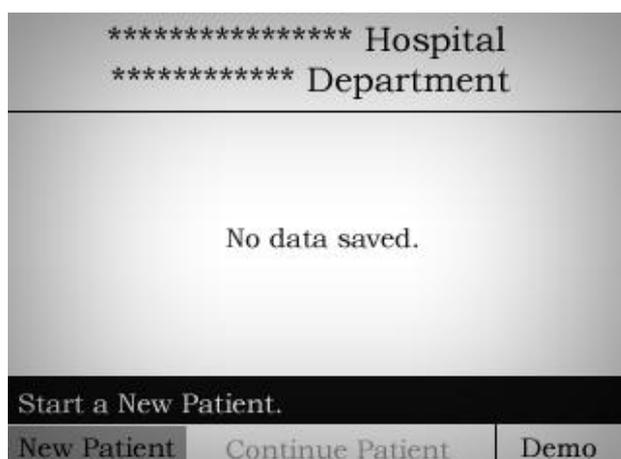
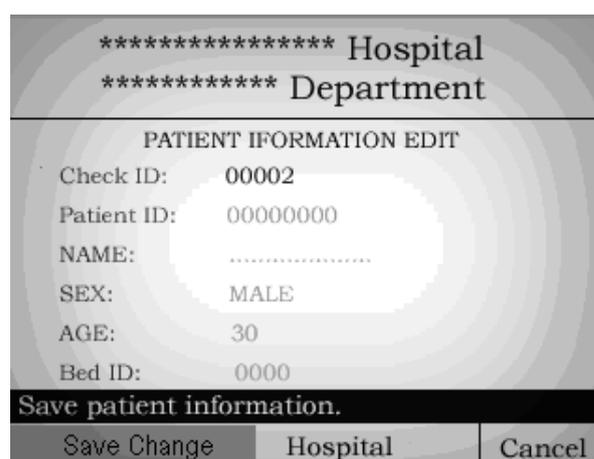

Figure 3.6
Figure 3.7
- Le moniteur est utilisé pour la première fois après sa sortie d'usine ou lorsque le système a été remis à niveau. Ensuite, l'interface est montrée à la figure 3.6. Sélectionnez «**New Patient**» à l'aide du bouton de commande et appuyez dessus pour modifier les informations. Les médecins sélectionnent «**Hospital**» et appuyent dessus pour modifier les informations. Enfin, les médecins sélectionnent respectivement «**Save Change**» pour enregistrer ces informations, comme illustré à la figure 3.7. Une fois le nouveau patient connecté les informations «**No Data Saved**» disparaîtront et entrerez dans l'interface principale de suivi. Si le médecin souhaite annuler l'opération, il peut sélectionner «**Cancel**».